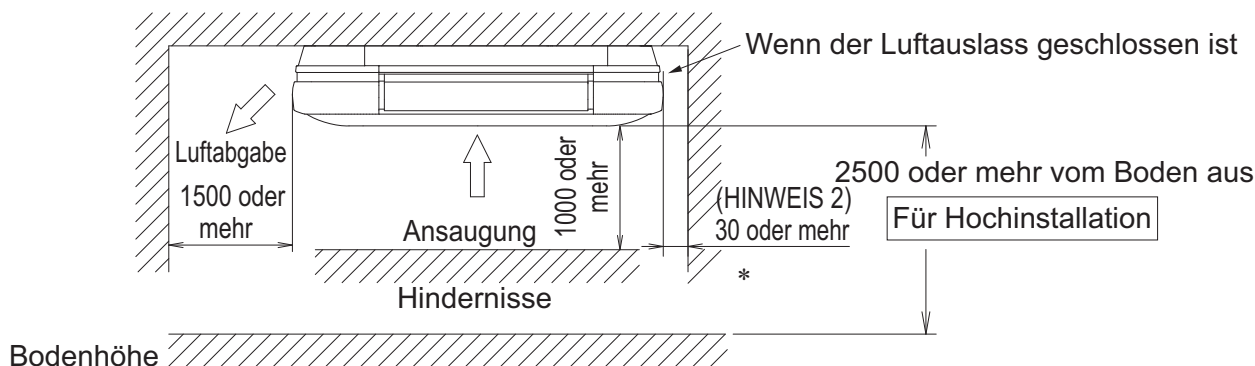
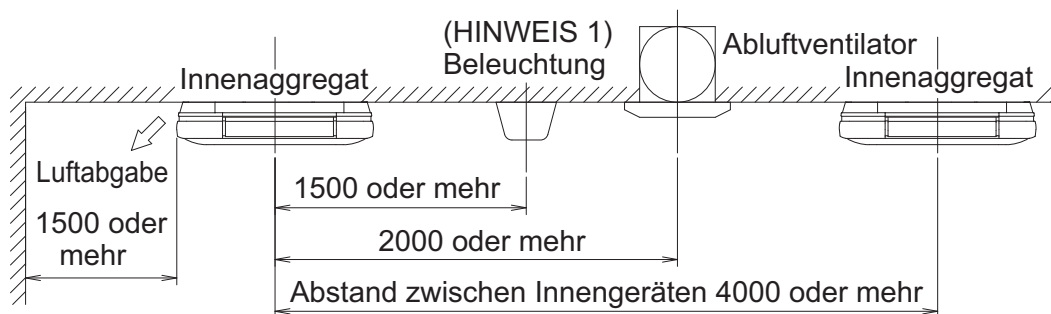

Abb. 1
Abb. 2
(1) Wählen Sie einen Installationsort, der folgenden Bedingungen entspricht und den Wünschen des Kunden entspricht.
- Wo ausreichender Platz für Installation und Service sichergestellt werden kann. **(Siehe Abb. 1 und Abb. 2)**
**Mindest-Fußbodenfläche bestimmen (nur bei Kältemittel R32). Um die Fußbodenfläche zu bestimmen, benutzen Sie die Grafik oder die Tabelle. Siehe Abbildung 1 auf der Innenseite der vorderen Abdeckung.**